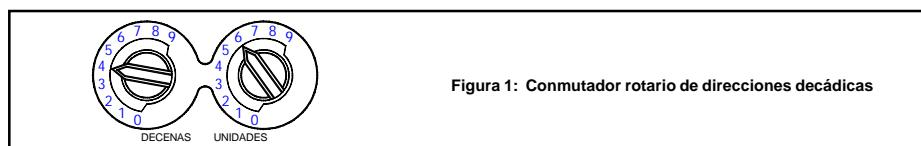

Figura 1: Comutador rotatorio de direcciones decádicas
- Impostare l'indirizzo del sensore (vedi Figura 1) ruotando con un cacciavite i 2 selettori e scegliendo l'indirizzo desiderato tra 01 e 99. Scrivere l'indirizzo scelto sull'apposita etichetta posta sulla base.
1. Fije la dirección del sensor (véase Figura 1) mediante un destornillador de hoja plana para girar los selectores de dirección y seleccione el número deseado del 01 al 99. Anote la dirección sobre la etiqueta situada en la base.